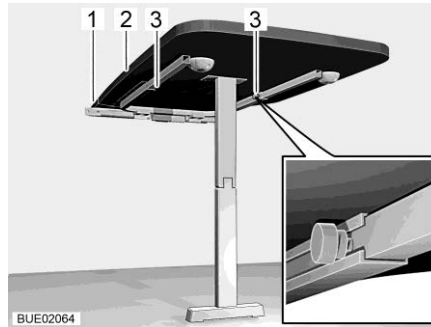

Bild 134 Hängbord med ledat stödben
- Lossa på två räfflade skruvar (Bild 134,3).
- Lyft upp bordsskivan (Bild 134,2) något framtill och drag ut den till stoppläget. Bordsförlängningen är nu helt utdragen.
- Lägg in förlängningsplattan (Bild 134,1) i bordsförlängningen.
- Lyft upp bordsskivan (Bild 134,2) något framtill och drag ut den.
- Ta ut förlängningsplattan (Bild 134,1) och lägg den på säker plats.